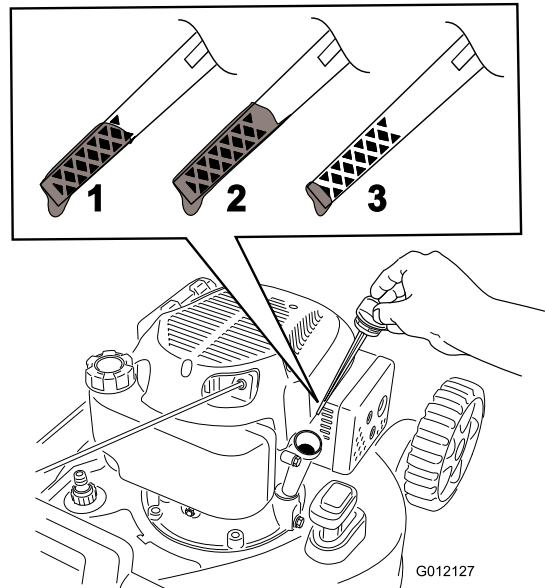

Figura 8
5. Per determinare qual è il corretto livello di olio sull'asta, vedere Figura 8.
**Nota:** Riempite la coppa dell'olio motore fino a quando l'asta di livello non indica che il livello dell'olio è corretto, come illustrato nella Figura 8. Se